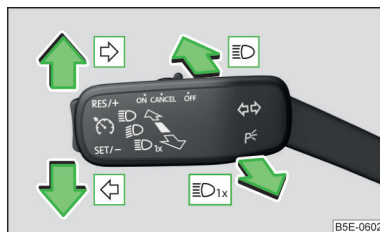

Fig. 47
**Posiciones de la palanca de mando » fig. 47**